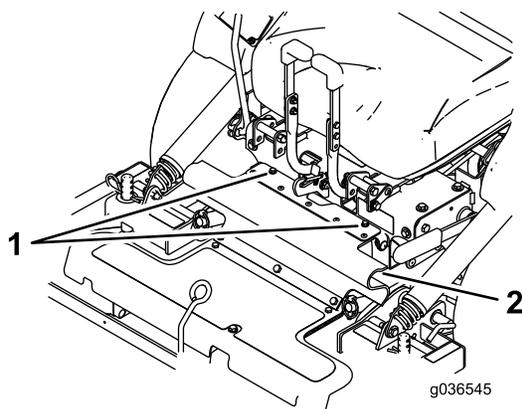

Рисунок 79
8. Ослабьте болты, прикрепленные к резиновому ограждению (Рисунок 79).
8. Выровняйте верхнюю часть резинового ограждения и закрепите ее прилагаемыми болтами (Рисунок 79).